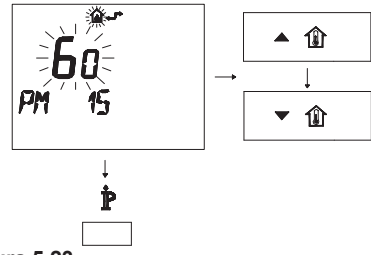

Figura 5.23
- Modificare il SET programmato agendo sui pulsanti ▲⏮ o ▼⏮ fino a visualizzare un **set di 60**, aspettare che il numero programmato cominci a lampeggiare (Figura 5.23).